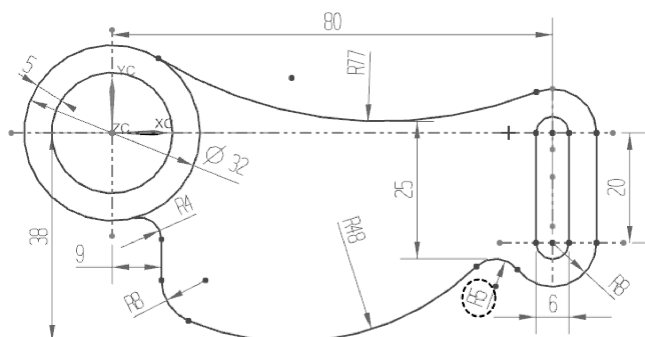

图 2-83 修剪圆
- 修剪 $\phi 10$ 圆，并将直径尺寸改为半径尺寸，如图 2-83 所示。